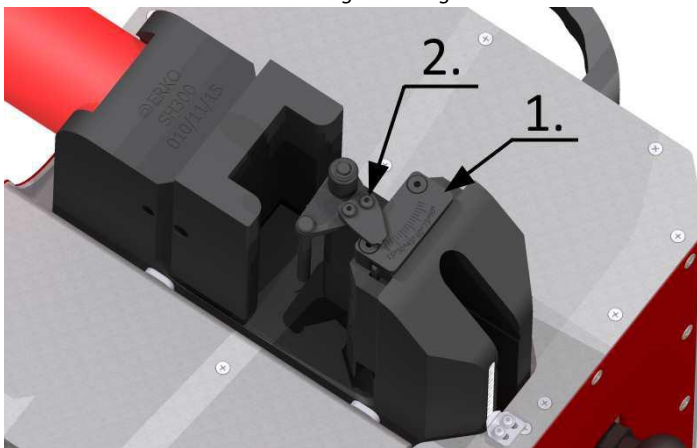

Abb. 15. Biegeeinsatz - Kalibrierung.
7. Das Biegeverfahren durch Einschalten des Hydraulikaggregats starten, oder mit Fußpumpe pumpen, das Verfahren bis der gewünschte Winkel erreicht wird, durchführen. Biegewinkel wird auf der Skala angezeigt (Abb. 15 Pos. 1) - s. Vermerk unten.
Achtung! Die kalibrierte Anzeige berücksichtigt nicht die Elastizität des Materials. Im Falle der Änderung von Abmessungen oder Eigenschaften sowie des gebogenen Materials selbst, können Abweichungen des erzielten Biegewinkels im Verhältnis zu Anzeigen vorkommen. Der Benutzer kann 2 Schrauben lösen (Abb. 15 Pos. 2), die die Anzeige halten und die Position der Anzeige auf das Werkstück korrigieren.